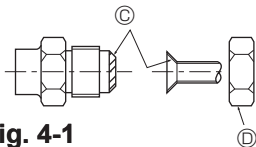

Fig. 4-1
Α (Fig. 4-1)
Β (Fig. 4-1)
4.2. Σωλήνες σύνδεσης (Fig. 4-1)
- Πριν βιδώσετε το περικόχλιο εκχειλωσης απλώστε στο σωλήνα και στην κοινή επιφάνεια που επικάθεται λεπτό στρώμα από ψυκτικό λάδι. (A)
- Χρησιμοποιήστε δύο κλειδιά για να σφίξετε τις συνδέσεις των σωλήνων. (B)
- Αλείψτε με ψυκτικό λάδι ολόκληρη την επιφάνεια στα διαπλατυσμένα τμήματα. (C)
- Χρησιμοποιήστε τα παξιμάδια ρακόρ για το παρακάτω μέγεθος σωλήνα. (D)